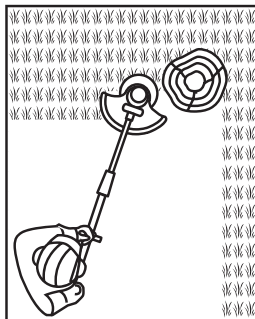

Fig.25
- > Faites particulièrement attention lorsque vous travaillez à proximité de buissons ou d'arbres : la tête de coupe peut endommager les écorces tendres ainsi que les poteaux des barrières (Fig.25).